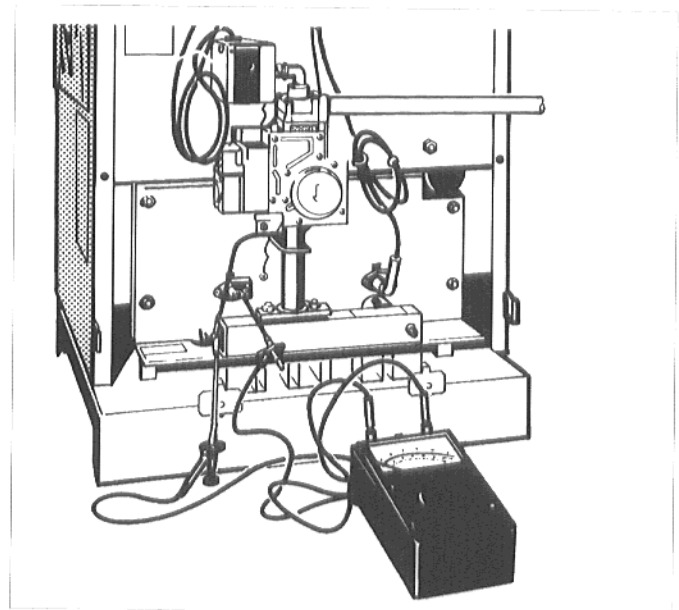

Abb. 15: Ionisationsstrom messen
- Meßgerät an Überwachungskabel und Überwachungselektrode in Reihe anschließen (Abb. 15). Am Meßgerät den μA -Gleichstrombereich wählen.